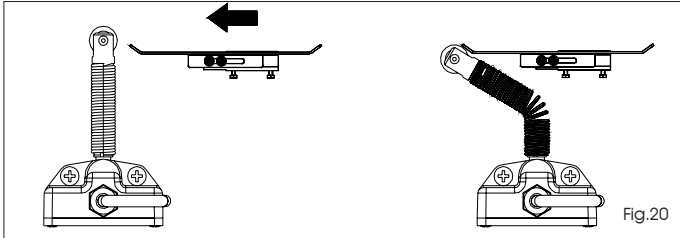

Fig.20
a) het plaatje moet de eindschakelaar activeren op het afgebogen gedeelte, zoals op fig. 20.